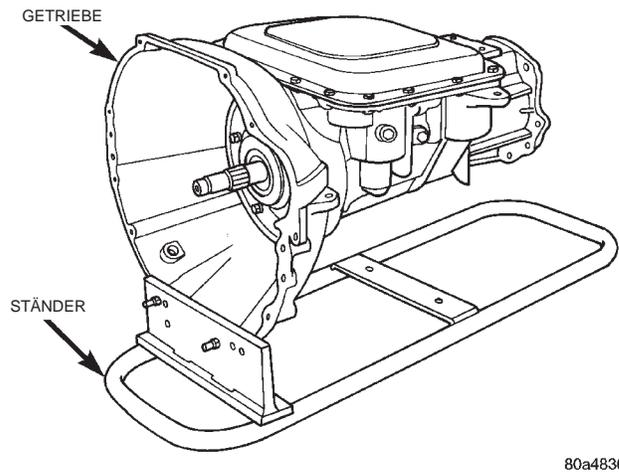
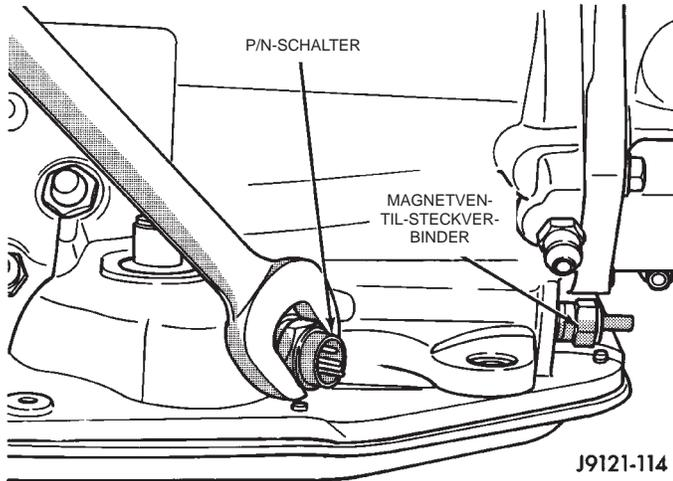
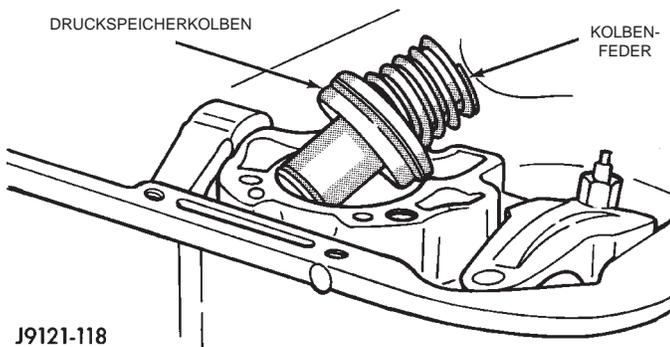

Abb. 69 Montageständer
Abb. 70 P/N-Sicherheitsschalter
Abb. 71 Druckspeicherkolben mit Feder
- (1) Getriebe aus dem Fahrzeug ausbauen.
- (2) Gehäuseöffnungen mit geeigneten Stopfen verschließen, damit keine Reinigungslösung in das Gehäuse gelangt.
- (3) Getriebe mit Dampfstrahler oder Lösemittel reinigen.
- (4) Drehmomentwandler vom Getriebe abbauen.
- (5) Drossel- und Schalthebel vom Ventilgehäuse abbauen.
- (6) Getriebe auf Montageständer C-3750-B oder anderem geeigneten Ständer befestigen (Abb. 69).
- (7) Gehäusefortsatz abbauen.
- (8) Ölwanne abbauen.
- (9) P/N-Sicherheitsschalter mit Dichtring ausbauen (Abb. 70).
- (10) Ventilgehäuse abbauen.
- (11) Druckspeicherfeder und Kolben ausbauen (Abb. 71).